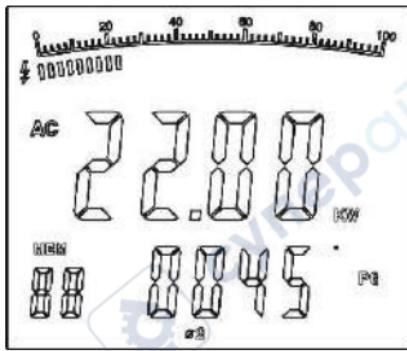

Рис. 9
2. После завершения измерения мощности 1-й фазы нажать **SEL**, чтобы выбрать **02** . На двухуровневом экране отображается значение активной мощности кВт и угла фазы PG второй фазы 2, как показано на рис. 9